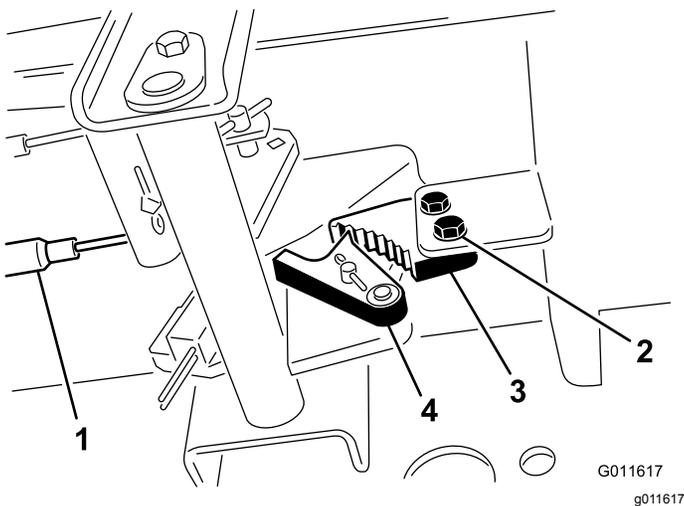

Bild 65
- Lösen Sie die zwei Schrauben, mit denen die Sperre der Feststellbremse am Rahmen befestigt ist (Bild 65).
- Drücken Sie das Pedal der Feststellbremse nach vorne, bis die Bremsenarretierung ganz an der Bremssperre greift (Bild 65).